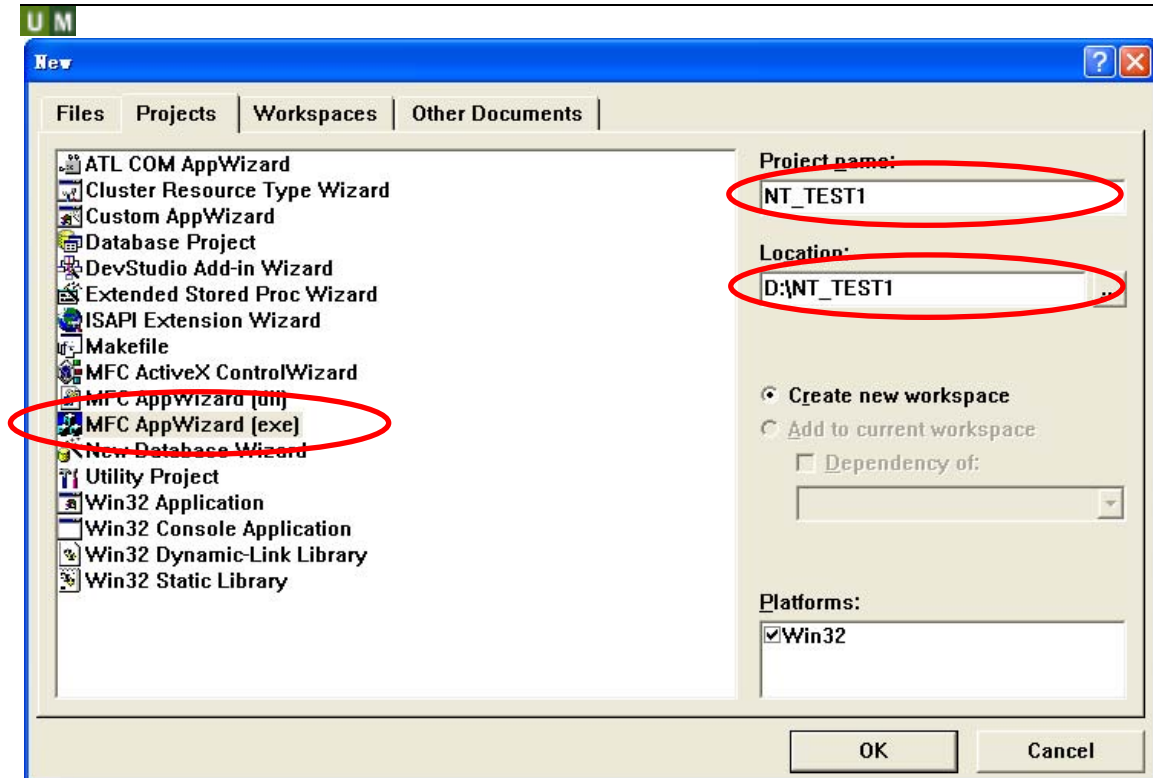
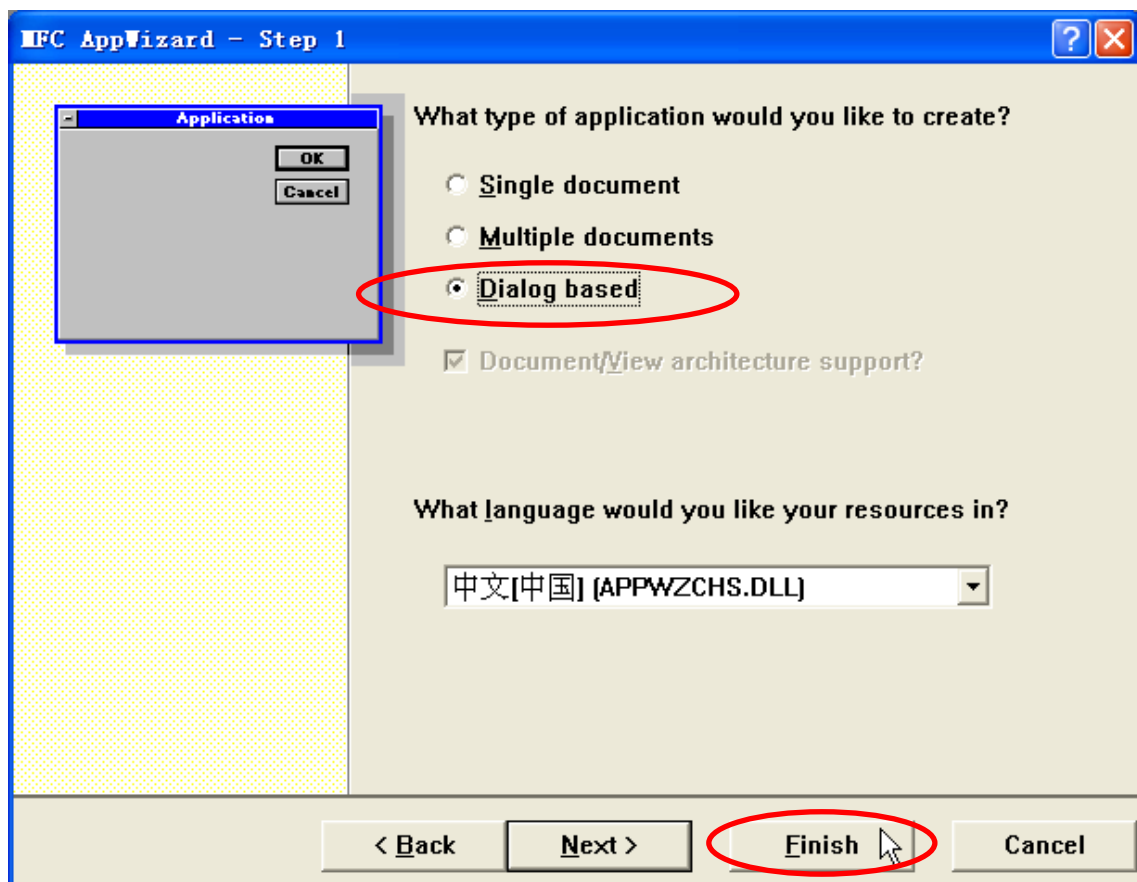

图 5.2 新建立工程 NT\_TEST1
图 5.3 设置 NT\_TEST1 为基于对话框的应用
(1) 启动 Visual C++ 6.0，新建立一个基于对话框的工程 NT\_TEST1，工程保存路径为 D:\，如图 5.2、图 5.3 所示。